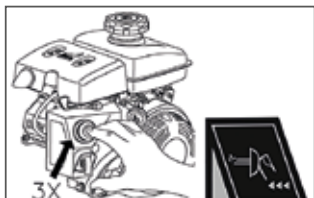

Рис.8 Ручной топливный насос
3. При запуске холодного двигателя нажмите на ручной топливный насос 3 раза (Рис.8). При запуске теплого двигателя нажимать не нужно.